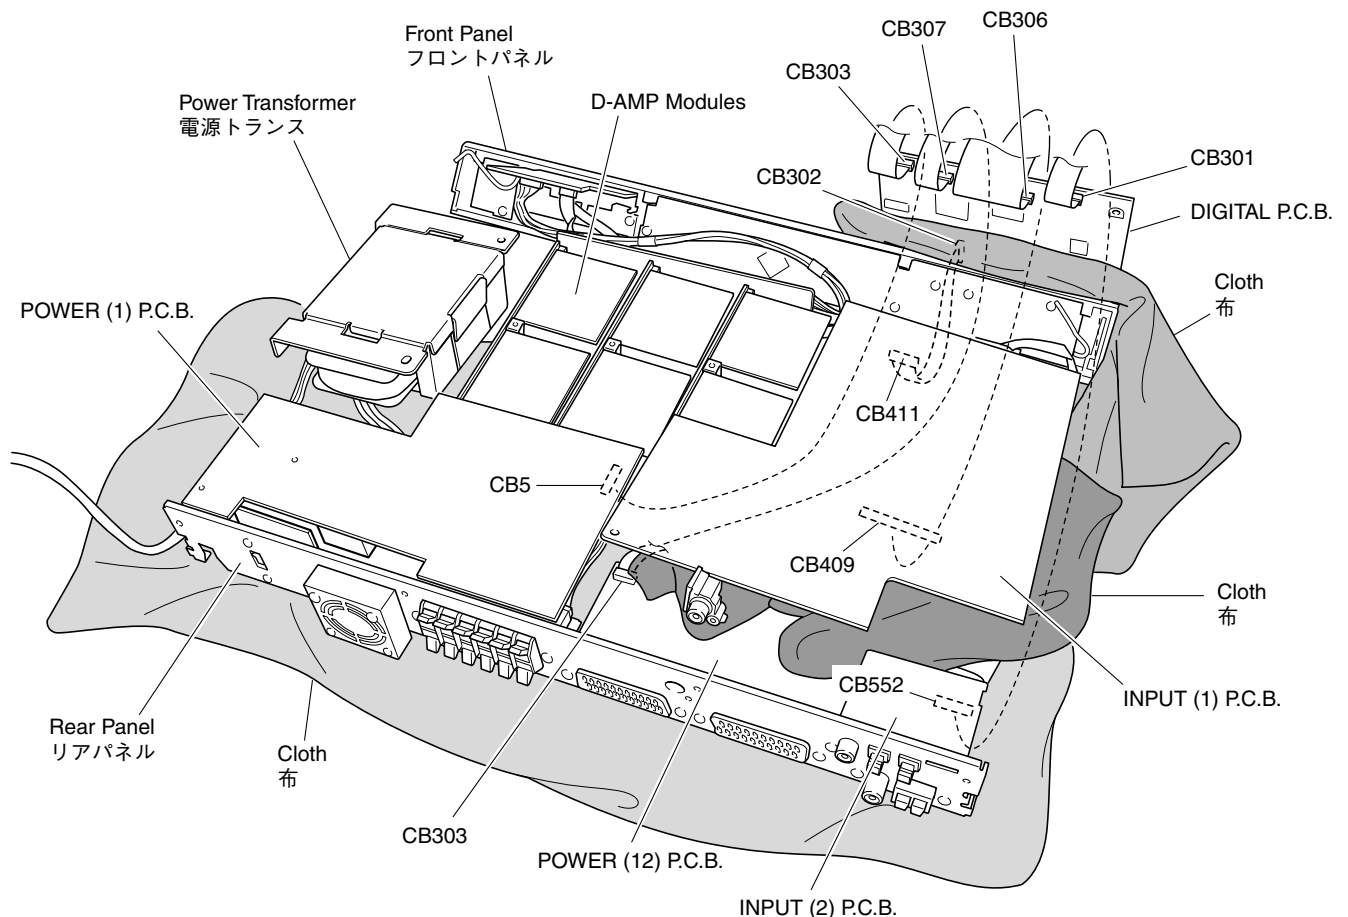

Fig. 5
- Remove the Front Panel, Rear Panel, P.C.B.s, Power Transformer and place all of the upside down for checking. (Fig. 5)
- シャーシからフロントパネル、リアパネル、P.C.B.、電源トランスを取り外し、すべてを裏返しに置いてチェックします。(Fig. 5)